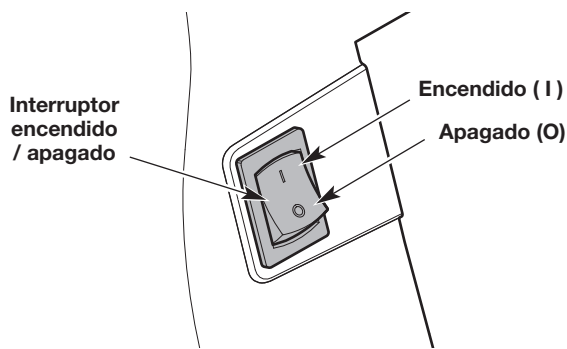

Fig. 11
**NOTA:** No es necesario encender la unidad. El interruptor de encendido/apagado está en la posición **Encendido (I)** en todo momento (Fig. 11).
2. Oprima y mantenga apretado el interruptor de encendido/apagado en la posición **Apagado (O)** hasta que el motor se pare por completo (Fig. 11).